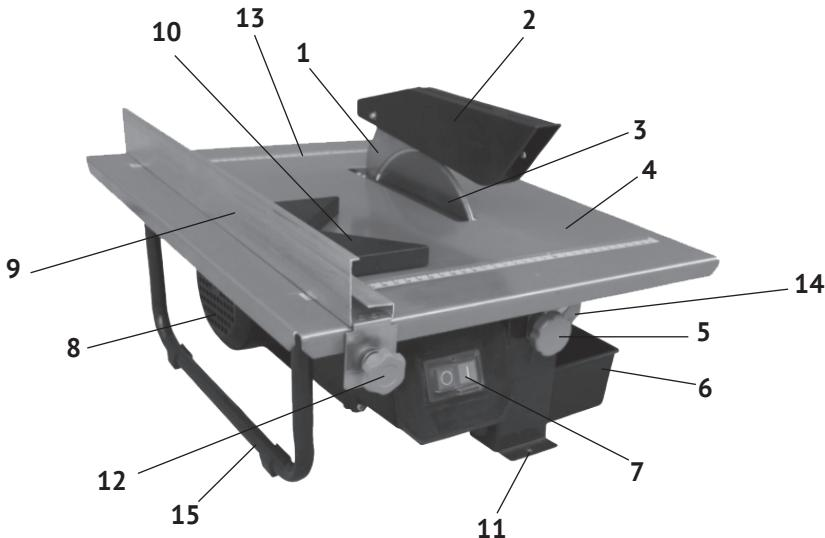
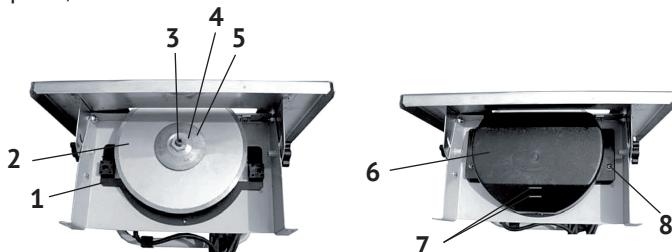

рис.1
рис.2
1.6 Общий вид и элементы плиткореза представлены на рис.1
1.7 Асинхронный двигатель крепится на платформе, закреплённой на трубчатой раме (рис.1 поз.15) под рабочим столом (рис.1 поз.4). На вал якоря двигателя, между опорным и зажимным фланцами, крепится отрезной алмазный круг (рис.1 поз.3). При посадочном диаметре круга 25,4 мм, на опорный фланец установить переходное кольцо.
Охлаждение круга во время работы осуществляется погружением его нижней части в поддон с водой. Поддон (рис.1 поз.6) устанавливается под нижний защитный кожух. На кожух нанесены: стрелка, указывающая направление вращения диска, и риски, отмечающие нижний (min) и верхний (max) уровни охлаждающей воды.
ле (с двух сторон) нанесена метрическая разметка (рис.1 поз.13).
Заготовка размещается на рабочем столе (рис.1 поз.4) в нужном положении с помощью параллельного (рис.1 поз.9) или углового (рис.1 поз.10) упоров. Разрезаемая плитка подаётся оператором по рабочему столу к отрезному кругу вручную.
1.9 Выключатель – магнитный пускатель (рис.1 поз.7) расположен на блоке управления двигателя. Он имеет две кнопки: зелёная с символом «1» - включение двигателя и красная с символом «0» - выключение двигателя (МЭК 60417).
Плиткорез поставляется полностью собранным, за исключением верхнего защитного кожуха (рис.1 поз.2).
- установить плиткорез на ровной, горизонтальной поверхности рабочего стола (верстака), вставив 2-е резиновые ножки (из комплекта поставки) в крепёжные отверстия (рис.1 поз.11).
- раскрутить болтовое соединение верхнего кожуха (рис.1 поз.2);
- совместив крепёжные отверстия кожуха и расклинивающего ножа (рис.1 поз.1), соединить их болтом и закрепить гайкой. Крепление не должно быть жёстким. Кожух должен иметь возможность вращения вокруг оси крепления, чтобы фиксироваться в выбранном положении относительно круга (рис.1 поз.3);
- установить на нужном расстоянии от круга (справа или слева) параллельный упор (рис.1 поз.9).
- выставив в нужное положение параллельный упор, зафиксировать его захватным винтом (рис.1 поз.12);
- под нижний защитный кожух установить поддон (рис.1 поз.6) и заполнить его водой. Постоянно следить за уровнем воды по рискам на нижнем кожухе.
- ослабить крепление винтов фиксации (рис.1 поз.5) с двух сторон рабочего стола;
- выставить нужный угол наклона по шкале (рис.1 поз.14);
Замене подлежит алмазный круг, режущая часть которого (напыление) полностью выработалась. Для замены круга (см. рис.2):
- вынуть поддон (рис.1 поз.6) из-под нижнего защитного кожуха (рис.2 поз.6);
- снять нижний защитный кожух, открутив два винта (рис.2 поз.8);
- зафиксировав ключом вал якоря двигателя (рис.2 поз.3), открутить зажимную гайку (рис.2 поз.4), снять с вала зажимной фланец (рис.2 поз.5) и круг (рис.2 поз.2);
- очистить опорный и зажимной фланцы, крышку кожуха (рис.2 поз.1) и сам кожух;